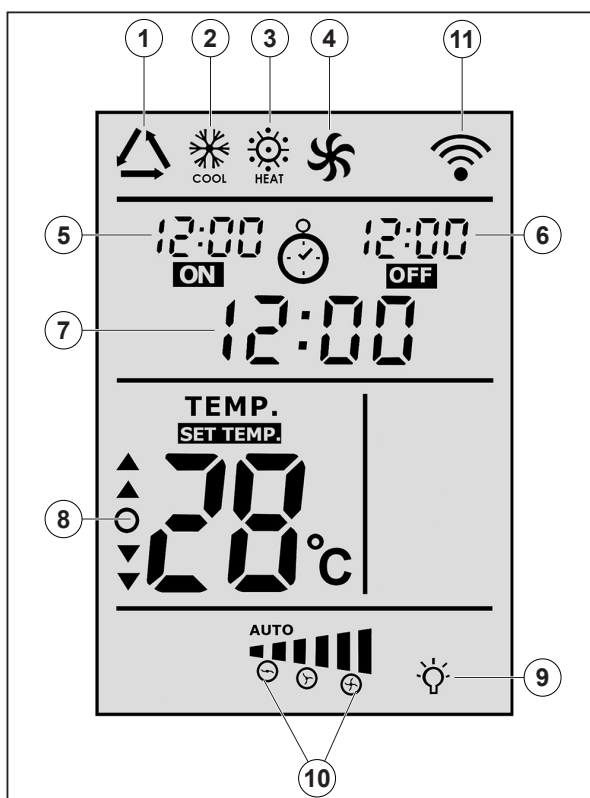

Fig. 15
1. **Display** (voor de details zie fig. "Fig. 15")